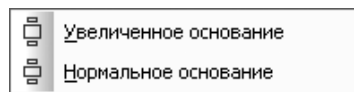

Рис. 5.109. Всплывающее меню пункта **Над/Подстрока**
- **Над/Подстрока** вызывает всплывающее меню для вставки **Над/Подстроки** (рис. 5.109).